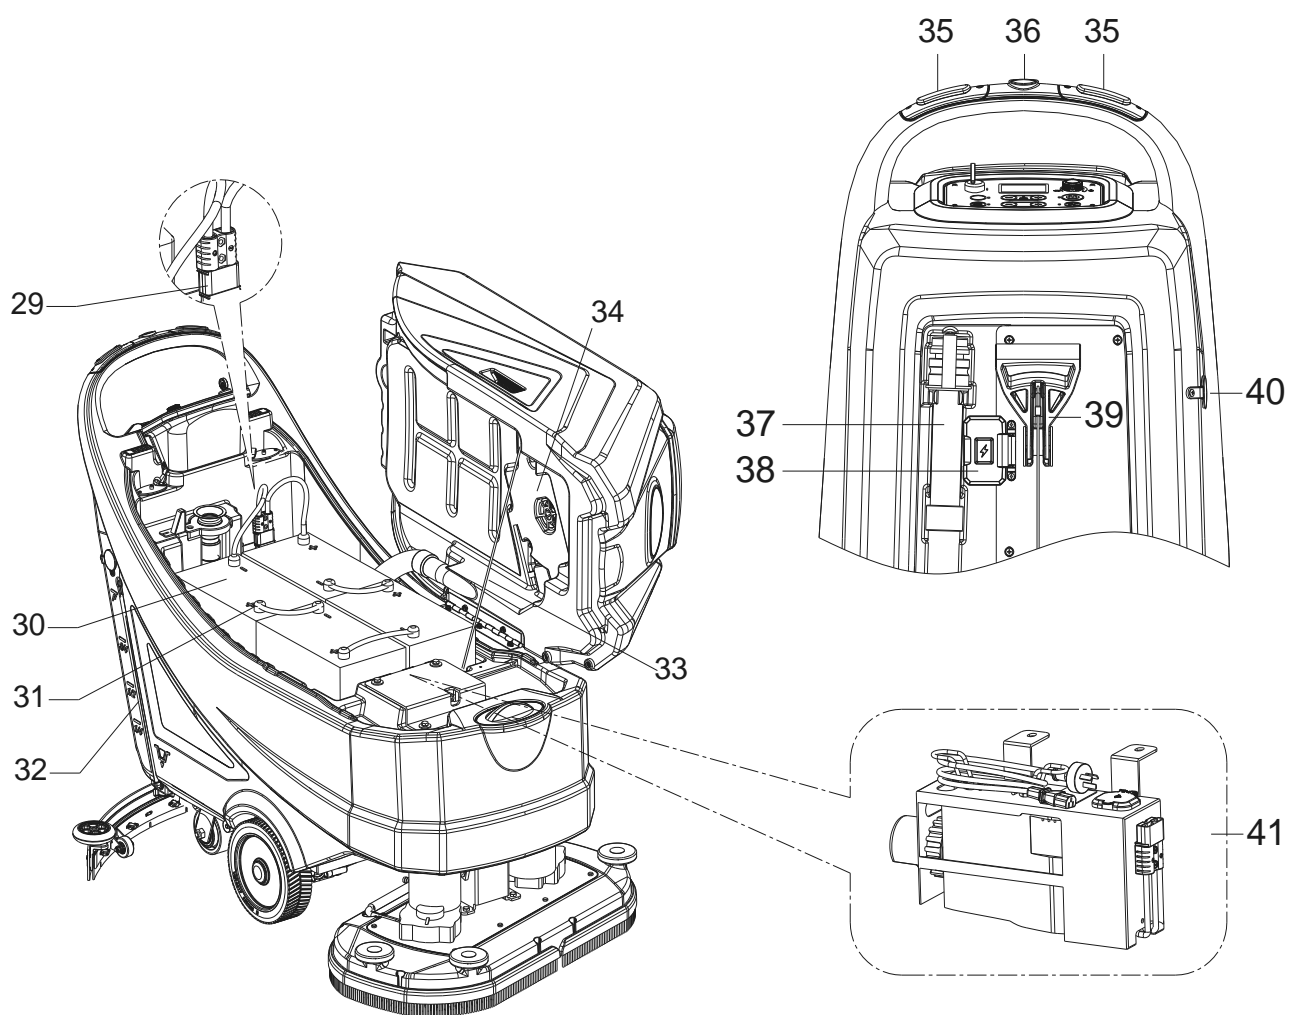

Figura 2
CONSTRUCCIÓN DE LA MÁQUINA (como se indica en Figura 2)
1. Asegurarse de que el conector de las baterías (29, Figura 2) esté conectado.